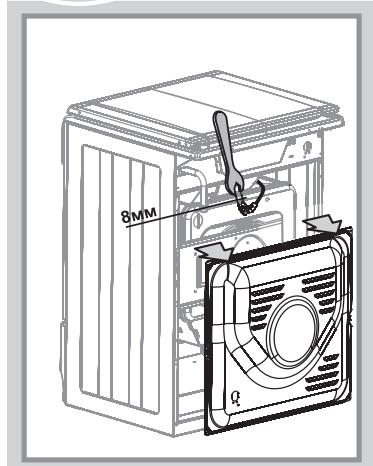

Рис.15
- при помощи ключа выкрутить и заменить сопло (рис.15).